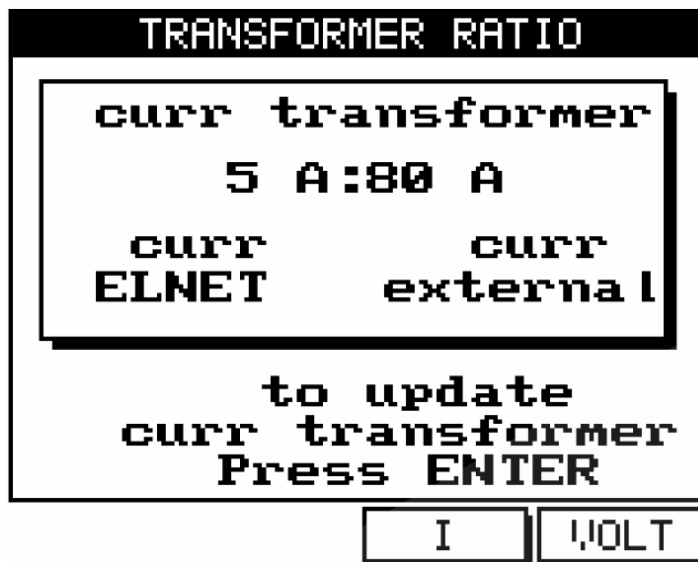

Рис. 14
7. Выберите пункт **Transformer Ratio** и нажмите «Enter». На экране появится окно установки параметров трансформаторов тока (рис. 14):